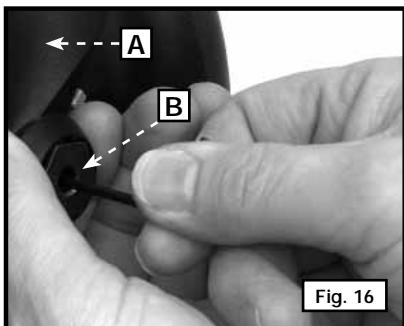
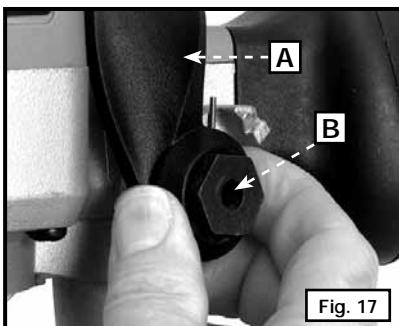
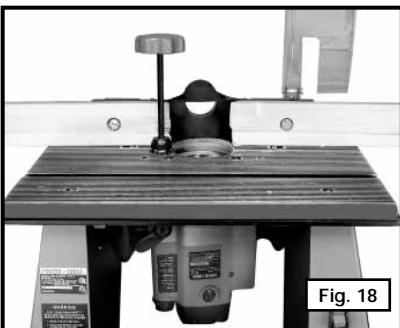
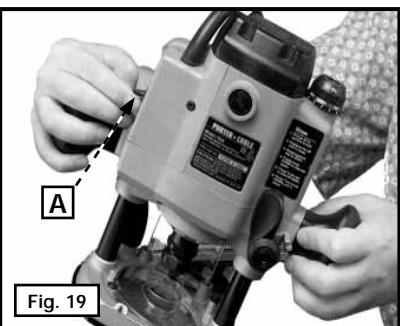

Fig. 16
Fig. 17
Fig. 18
Fig. 19
1. Tenir le levier de verrouillage de profondeur (A) Fig. 16.
2. Insérer une clé hex de 3/32 po (non fournie) au centre du boulon de verrouillage de profondeur (B) Fig. 16, l'introduire dans la vis de réglage et tourner en sens anti-horaire sur environ un tour.
3. Enfoncer le levier de verrouillage de profondeur (A) Fig. 17 pour faire apparaître la tête du boulon de verrouillage de profondeur (B) Fig. 17.
4. Tout en maintenant le levier de verrouillage de profondeur (A) Fig. 17 enfoncé, tourner le boulon de verrouillage de profondeur (B) Fig. 17 en sens horaire pour le faire avancer ou en sens anti-horaire pour le faire ressortir. Tourner d'un cran à la fois jusqu'à ce que le réglage soit correct. Le réglage est correct quand le levier de verrouillage de profondeur (A) Figs. 18 et 19, peut être verrouillé en position libre (Fig. 18) comme en position de blocage de profondeur (Fig. 19).
5. Mettre le levier de verrouillage de profondeur (A) Figs. 18 et 19 à mi-chemin entre ces deux positions, insérer la clé Allen au centre du boulon de verrouillage de profondeur (B) Fig. 16, l'introduire dans la vis de réglage et tourner en sens horaire pour serrer.